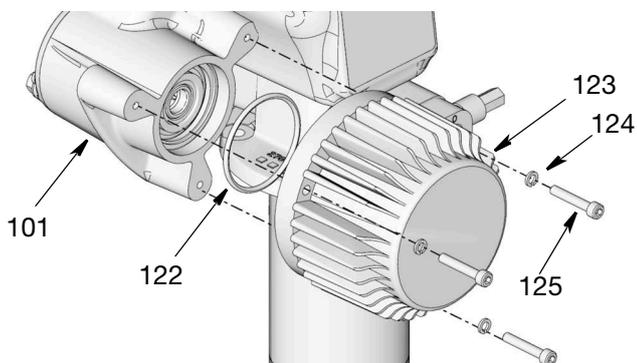

图 22
8. 观察铲气缸 (208) 内填料杆 (215) 和铲活塞 (216) 的位置 (参见泵下部零配件, 第 38 页)。如果活塞没有位于气缸内的最低位置：
- 拆下将电机 (123) 固定到齿轮箱壳体 (101) 的螺丝 (125) 和垫圈 (124) (图 22)。
- 检查 O 形圈 (122) 是否在电机 (123) 中正确就位 (图 22)。
- 使用螺丝 (125) 和垫圈 (124) 重新将电机 (123) 安装到齿轮箱 (101) 中。用扳手紧固螺丝。用 12-14 英尺磅 (16-19 牛·米) 的扭力拧紧 (图 22)。